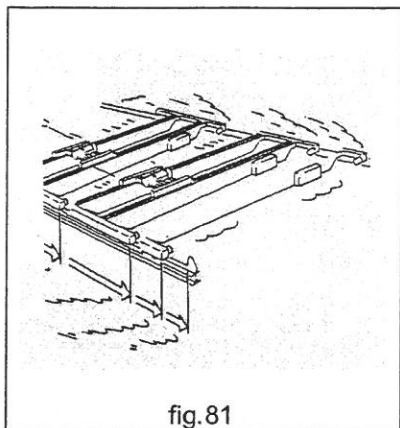

fig.81
- **MAI** raggiungere a piena velocità e con il massimo carico le zone di "estremità corsa" durante gli scorrimenti e le traslazioni (fig.81)